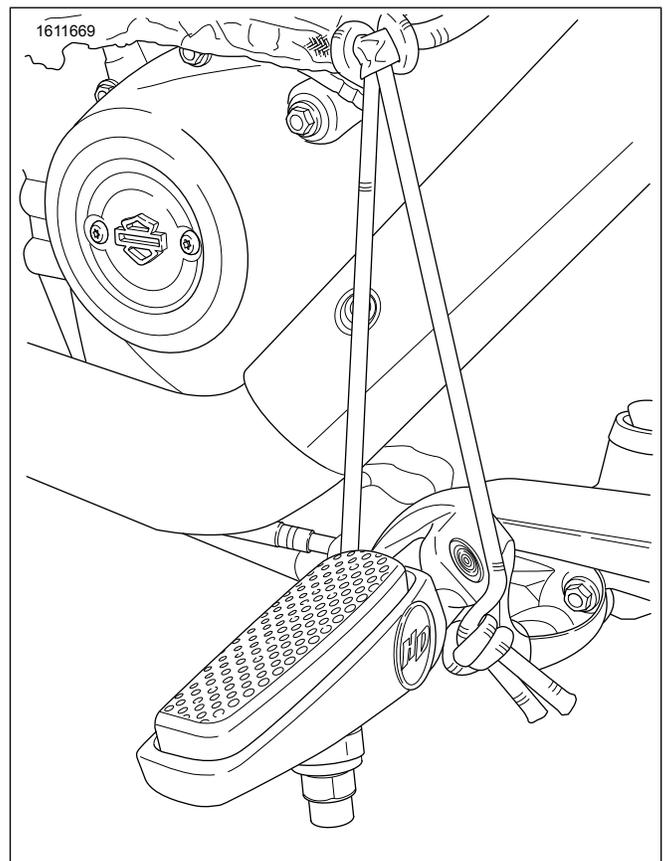
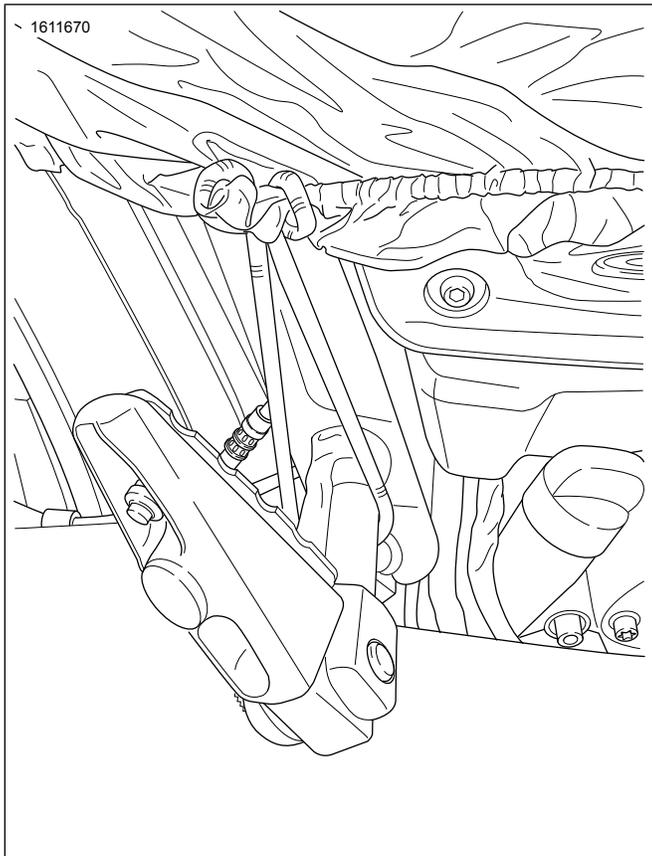

Figure 7. Fixation du marche-pied du motard
Figure 8. Fixation du marche-pied du passager
- b. Consultez Figure 7 et Figure 8 . Les repose-pieds et les marchepieds du passager.